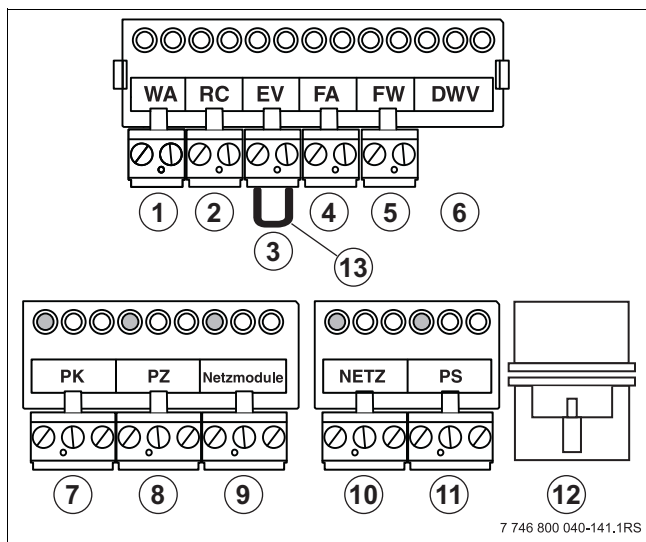
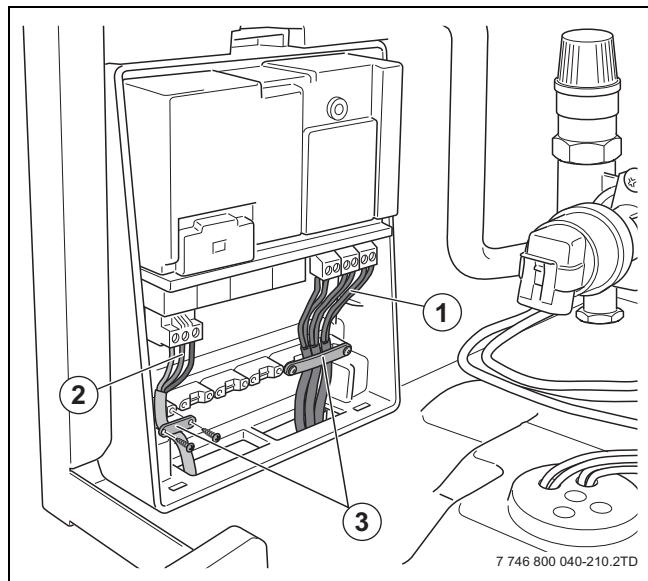

Fig. 27 Cutie de racordare și cutie de borne
Fig. 33 Montarea siguranței cablului
- ▶ Racordați unitatea de comandă RC20 RF, RC25, RC35 la borna portocalie RC (→ fig. 27, [2]). În acest sens utilizați un cablu cu 2 conductori care variază de la 0,4 la 0,75 mm.
- ▶ Racordați aparatele de reglare la borna portocalie RC (→ fig. 27, [2]). În acest sens utilizați un cablu cu 2 conductori care variază de la 0,4 la 0,75 mm.
- ▶ Racordați cablul de rețea liber 230 VAC la modulul funcțional (→ fig. 27, [9] și fig. 33, [3]). În cazul în care sunt utilizate mai multe module funcționale, alimentarea 230 VAC a celui de-al doilea modul poate fi derivată de la primul modul. Utilizați cablul livrat împreună cu modulul funcțional [9] (→ fig. 1, [8], pagina 5).
- ▶ Însurubați cablul cu siguranțele cablului (→ fig. 33, [3]).